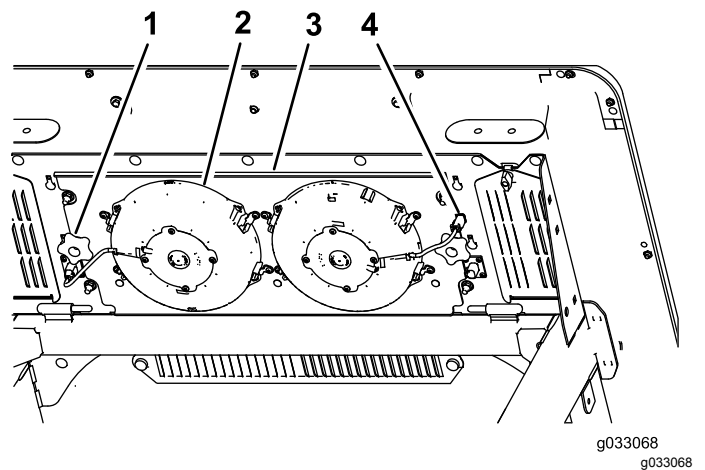

Figure 57
- Débranchez le connecteur et le câble d'alimentation des ventilateurs de la prise (Figure 57).
- Retirez les 2 boutons qui fixent le panneau de ventilateurs et les ventilateurs sous le haut de la cabine (Figure 57) et déposez l'ensemble.